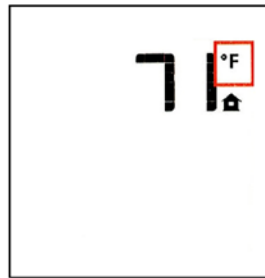

Figure 55. Indications de température ambiante.
- Positionnez à «OFF» la télécommande, puis appuyez en même temps sur les touches «Thermostat» et «Mode». L'afficheur indiquera la température ambiante actuelle, en changeant d'unité (Fahrenheit ou Celsius) à chaque fois que vous appuyez simultanément sur ces touches. Voir Fig. 55.